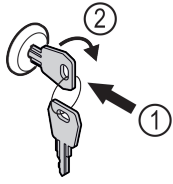

Fig. 126
- ▶ Sæt nøglen i Fig. 126 (1).
- ▶ Drej nøglen 90° med uret Fig. 126 (2).